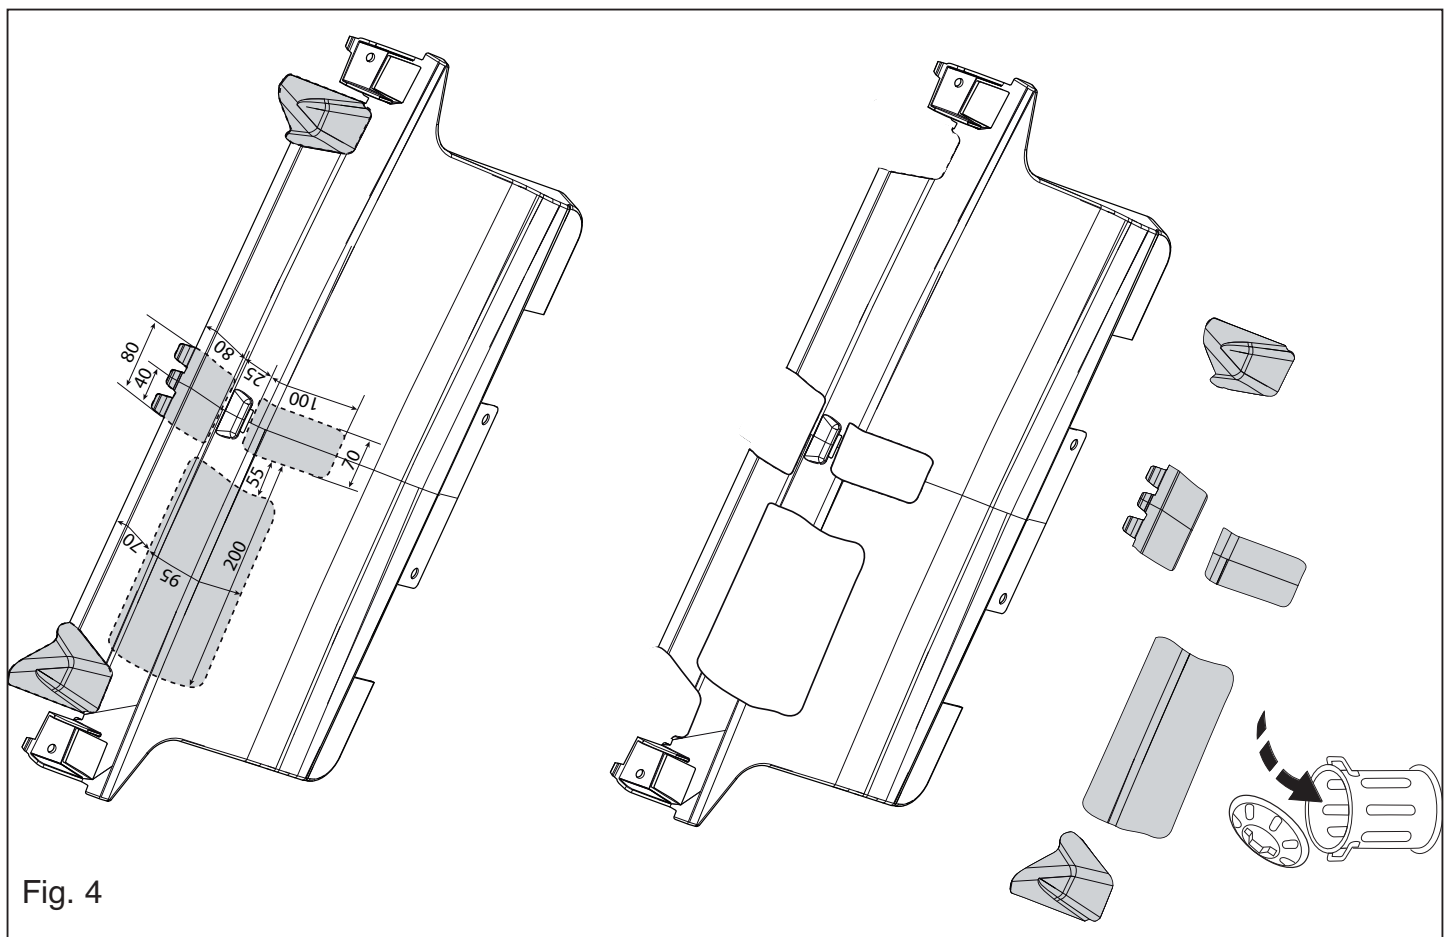

Fig. 4
11. Saw out the portions as indicated in fig. 4 and 5.
11. Gemäß Abb. 4 und 5 die angegebenen Teile heraussägen.